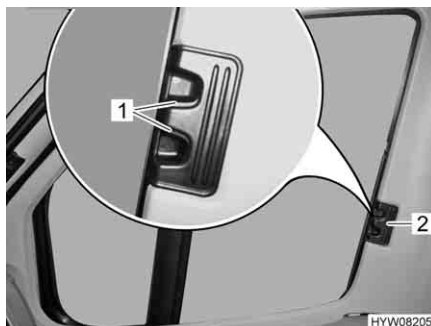

Fig. 14 Tendina oscurante pieghevole per il finestrino del conducente/passeggero
- Premere le maniglie di sbloccaggio (Fig. 14,1) e mantenerle premute.
- Con la levetta (Fig. 14,2) tirare le tendine oscuranti pieghevoli per il finestrino del guidatore e del passeggero verso l'altro lato della finestra e congiungerle alle strisce magnetiche.
- Inserire fino all'arresto le tendine oscuranti pieghevoli per il finestrino del guidatore e del passeggero per la maniglia (Fig. 14,2).
- Rilasciare le maniglie di sbloccaggio (Fig. 14,1) e mantenerle innestate.